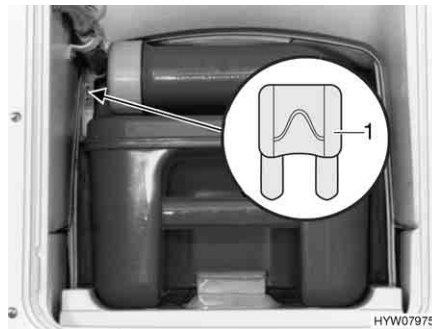

Fig. 97 Fusible des toilettes Thetford
- Changer le fusible (Fig. 97,1).